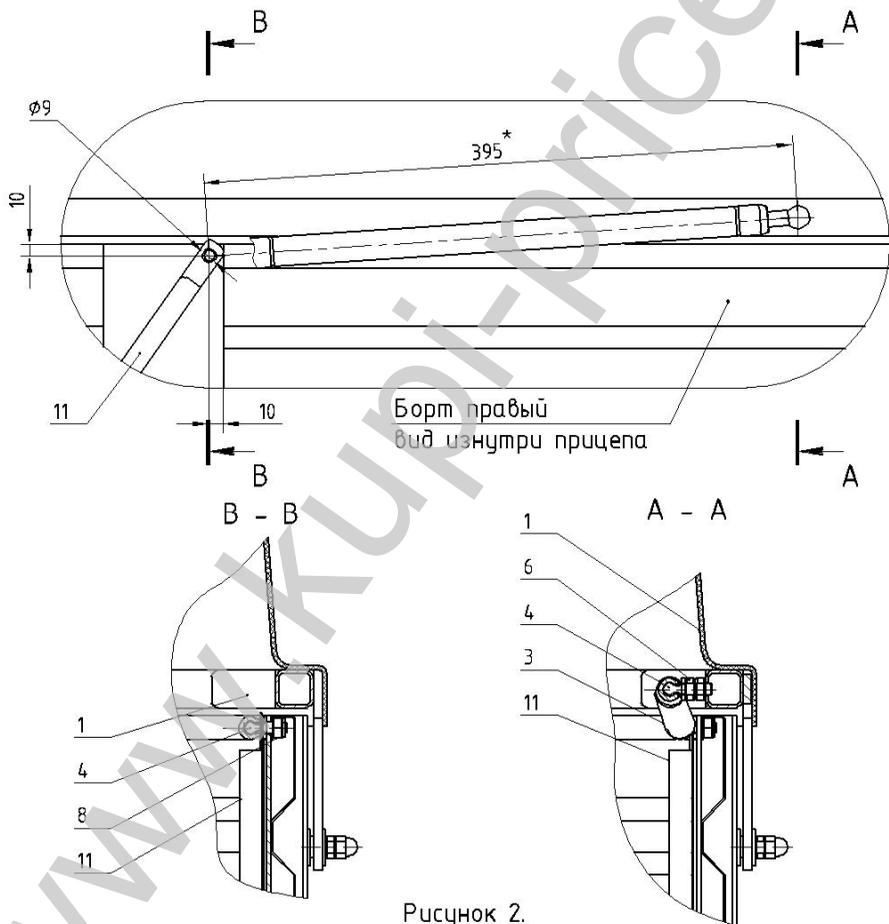

Рисунок 2.
11. Прикрутить верхние шаровые шарниры 4 через дистанционную гайку 6 (рис. 2, сечение А-А и сечение В-В).
12. Просверлить отверстие $\varnothing 9\text{мм}$ в левом и правом борту прицепа на расстоянии 10мм от верхнего края борта и 10мм от заднего края стойки, как показано на рис.2.
13. Прикрутить нижние шаровые шарниры 4 (рис. 2, сечение Б-Б).
15. Установить стопоры газового упора 10 и 11 (рис. 2).